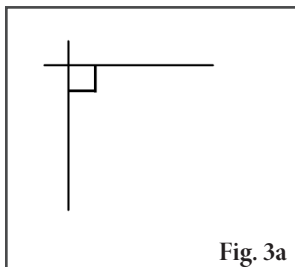
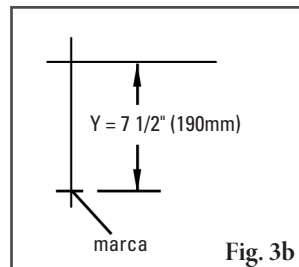
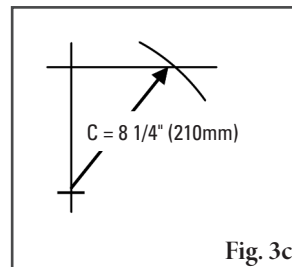
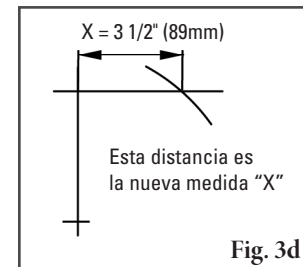

Fig. 3a
Fig. 3b
Fig. 3c
Fig. 3d
- Determine la medida final.** En una superficie vertical plana, con un nivel, trace una línea horizontal y una vertical creando un triángulo rectángulo (Fig. 3a). Mida desde la intersección en la medida "Y" establecida y marque (Fig 3b). Con la cinta mida comenzando en la marca "Y" modificada, mueva la cinta a lo largo de la línea de "X" y marque la medida "C" donde cruza la línea "X" (Fig. 3c). Mida desde la intersección hacia la intersección "C" y esta será su nueva medida "X" (Fig. 3d).